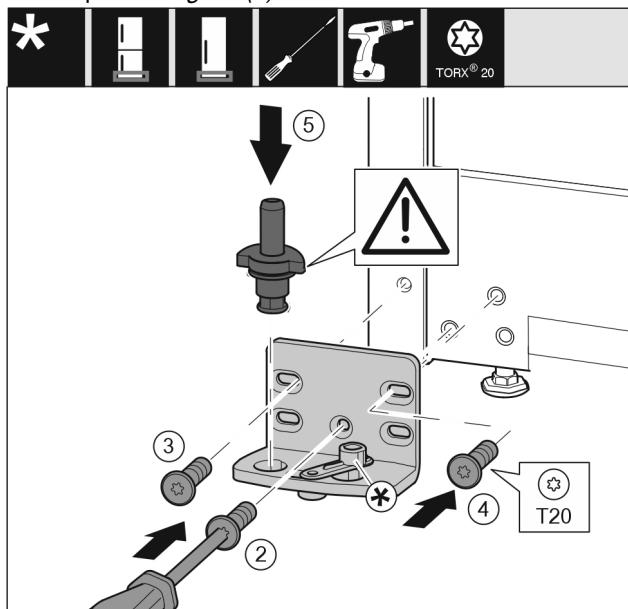

Fig. 25
- ▶ Postavite podložak ležaja na drugoj strani i zavijte pomoću odvijača T20. Započnite s vijkom 2 dolje u sredini. Fig. 25 (2)
- ▶ Pritegnite vijak 3 i 4. Fig. 25 (3,4)
- ▶ Kompletno umetnute podložak ležaja. Pri tome pazite da je ispuščenje za blokiranje okrenuto prema otraga. Fig. 25 (5)